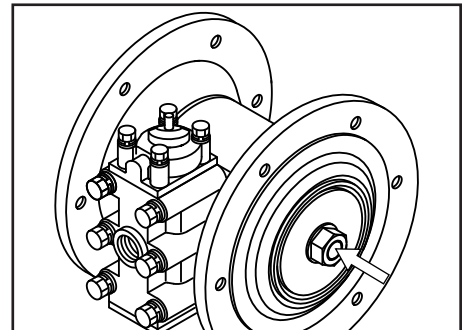

Figure 20
- Enlevez les écrous des deux côtés de l'arbre (voir figure 20).